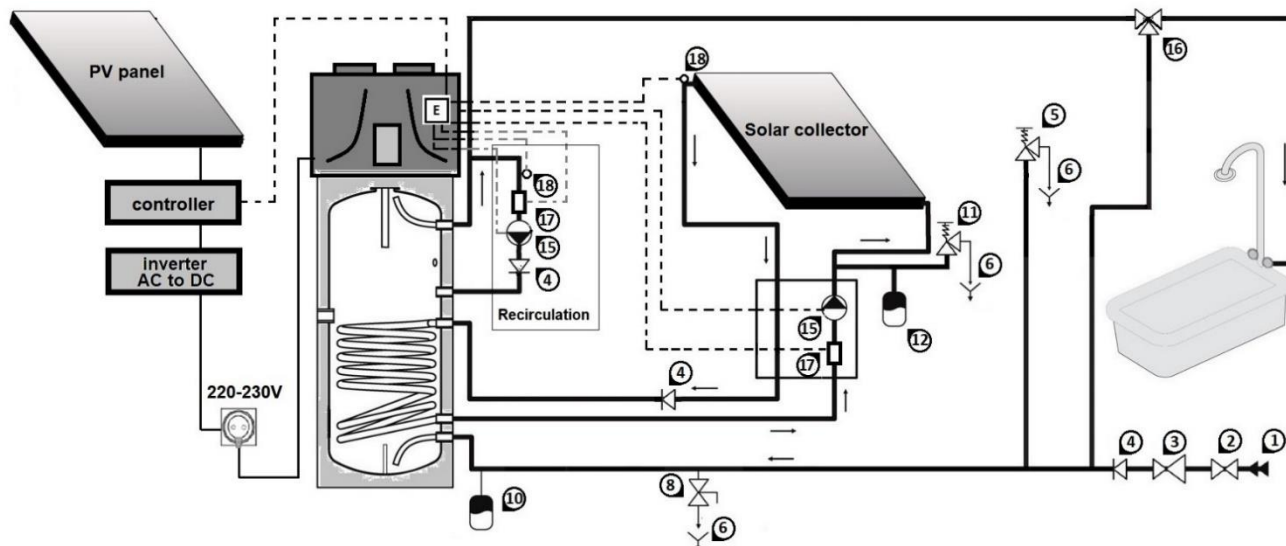
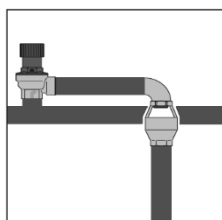

Fig. 8 Conectarea la sistemul de alimentare cu apă și la colectorul solar
Fig.8a
Conectați conductele de intrare și ieșire a apei reci la punctele de conectare respective. Următoarea ilustrație (Fig. 8) prezintă un exemplu de conexiune la alimentarea cu apă.
- Instalatorul de sistem trebuie să instaleze o supapă de siguranță de 8 bari pe conducta de intrare a apei reci (Fig. 8).
NOTĂ: Supapa de siguranță trebuie să fie deschisă manual în mod regulat pentru a preveni acumularea de calcar și / sau blocaje (Fig. 8).
NOTĂ: Conducta de scurgere 6 (Fig. 8), a supapei de siguranță, trebuie instalată cu o pantă continuă descendentă și într-un loc unde este protejat de îngheț. Utilizarea unui sifon special (Fig.8a) este obligatorie!
ATENȚIE! Pompa de căldură pentru producerea apei calde menajere este capabilă să încălzească apa la peste 65 ° C. Pentru protecția împotriva arderii, se recomandă instalarea unui mixer termostatic automat 16 (Fig. 8) la ieșirea apei calde
Umpleți rezervorul de apă deschizând robinetul de admisie 2 (Fig. 8) și robinetul de apă caldă din baia dumneavoastră.